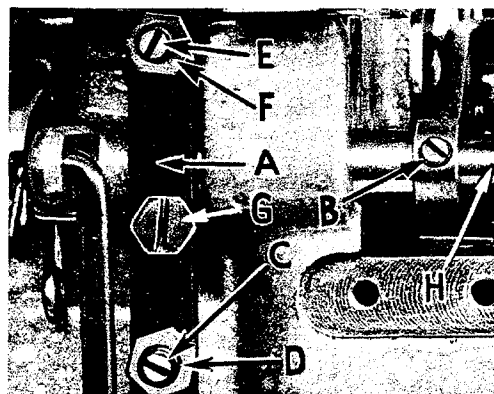

Fig. 16
Befestige den Drückfuß an seinem Arm, schwinde den Arm beim Höchststand der Nadel ein und sichere den Arm in seiner rechtsseitigen Endstellung. Wenn nötig, kann der Drückfuß nach dem Stichlochschnitt der Stichplatte neu ausgerichtet werden, und zwar durch Verschieben der Drückfuß-Schwingwelle (H, Fig. 16). Um die Welle zu bewegen, löse die Schraube (B, Fig. 16) am Stelling (G) und die Klemmschraube (G). Dann schiebe die Drückfuß-Schwingwelle je nach Bedarf nach links oder rechts. Ziehe die Stellringschraube und die Klemmschraube wieder an.
Hebel (A, Fig. 16) und der Stelling (B) sichern diese Achse seitlich. Achte darauf, daß der Drückfußarm sich nicht verklemmt oder in die Höhe geht, wenn der Druck weggenommen ist. Um den Nadelschlitz am Drückfuß mit dem Stichloch der Stichplatte in Übereinstimmung zu bringen, löse die Drückfuß-Gelenkschraube.
Stelle die Hub-Begrenzschaube (C, Fig. 16) so ein, daß der Fuß nicht weiter angehoben werden kann als es der Obergreifer zuläßt. Hierauf ziehe die Sicherungsmutter (D) fest an. Der Drückfuß-Lifterhebel soll etwa  $1/16''$  bis  $1/8'' = 1,6 \text{ mm}$  bis  $3,2 \text{ mm}$  freien Weg haben bevor der Drückfuß angehoben wird. Diese Einstellung wird mit der Schraube (E) vorgenommen und durch die Mutter (F) gesichert. Zum Schluß montiere das Stoffablaufblech, den Stoffanschlag und die Scharnierplatte.
Assemble the presser foot to presser arm. With needle in high position, swing presser arm into sewing position and set the presser foot to align needle holes (front and back) and flat on throat plate. The front edge of needle hole in presser foot must be aligned with front edge of needle hole in throat plate. It is also important that the bottom of the presser foot be flat on the throat plate. If necessary, presser foot can be realigned with throat plate slots by shifting the foot lifter lever shaft (H, Fig. 16). To move the shaft, loosen collar screws (B, Fig. 16) and clamp screw (G) and then shift the foot lifter lever shaft to the left or right as required. Retighten collar screws and clamp screw.
The foot lifter lever arm (A, Fig. 16) and the collar (B) secure the shaft. Be sure the presser arm does not bind and rise when presser foot release bushing is unlocked.
Adjust lifter lever stop screw (C, Fig. 16), so that presser foot can be raised no higher than upper looper will permit; then lock the nut (D). There should be from  $1/16''$  to  $1/8'' = 1,6 \text{ mm}$  to  $3,2 \text{ mm}$  free motion of foot lifter lever before the presser foot begins to rise. This adjustment should be made with screw (E) and locked with nut (F). Re-assemble the chip guard, fabric guard and cloth plate. To assemble chip guard, turn handwheel until upper knife assembly reaches its highest position.